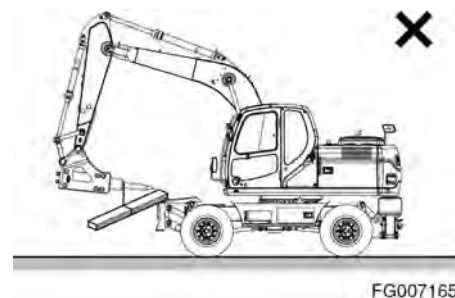

Рис. 86
7. Запрещается поднимать или буксировать что-либо дробилкой. (Рис. 86)